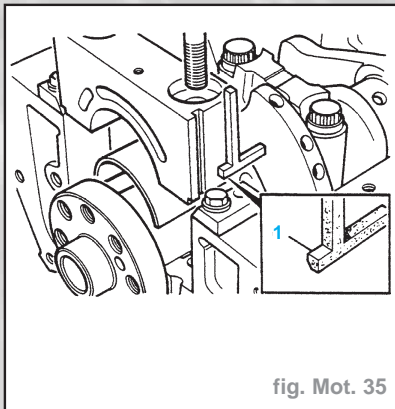

fig. Mot. 35
- Pour éviter que toute partie du joint ne se coince entre le chapeau de palier et le carter-moteur, chanfreiner le bord intérieur du joint (1) sur une largeur de **0,40 à 0,80 mm** (Fig. Mot. 35).